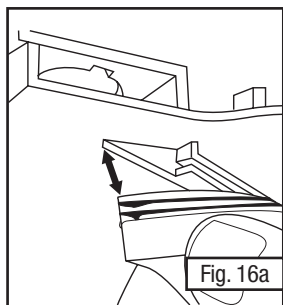
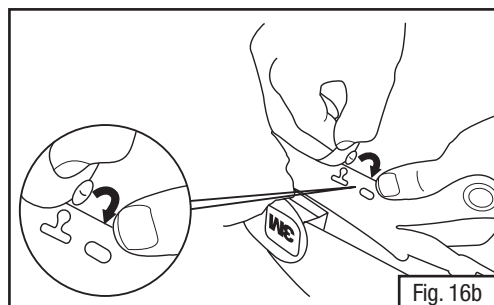

Fig. 16a
Fig. 16b
- Para instalar el sello de frente, jale el empaque negro y alinéelo con el casco de acuerdo con la Fig. 16a. **NOTA:** El lado “brilloso” del sello debe quedar mirando hacia usted (hacia fuera) conforme instala el sello. Presione el empaque con firmeza adentro de la ranura en pequeñas secciones. Ambos rebordes del empaque deben insertarse completamente en la ranura. Tome la lengüeta de tela con el fondo y doblada dentro del arnés. Conecte el fondo del sello de frente al arnés de cabeza (Fig. 16b).